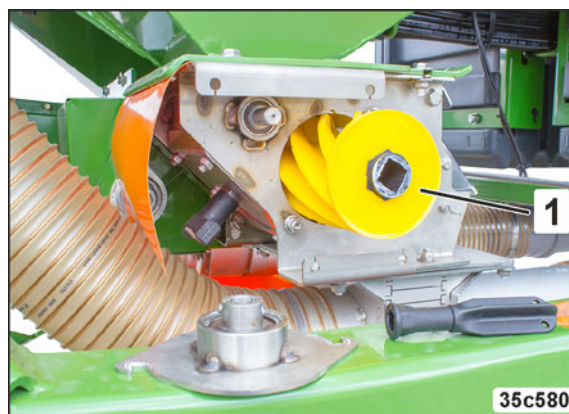

Fig. 192
5. Træk doseringsvalsen ud af doseringesenheden (Fig. 192/1).